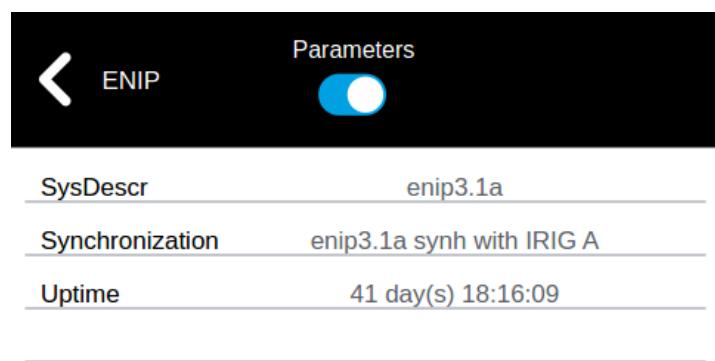

Рисунок 5.6. Параметры, получаемые от прибора.
- в этом режиме ЭНМИ будет отображать данные опрашиваемого устройства: конфигурация, метку времени последней корректировки, количество информационных потоков и т.д (см. рис. 5.6).